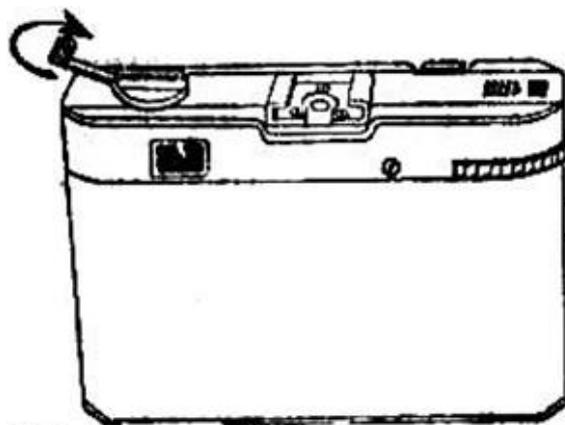

Рис. 6.5.
- откинуть рукоятку обратной перемотки *4* и вращать ее в направлении стрелки (рис. 6.5.). Пленка перематывается в кассету. Об окончании перемотки дадут знать слабый рывок и более легкое вращение головки обратной перемотки.